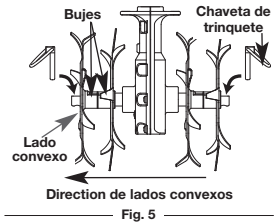

Fig. 5
2. Quite el pasador de trinquete de cada uno de los extremos del eje de los dientes. Saque los dientes deslizándolos del eje (Fig. 5).
4. Coloque los dientes nuevos deslizándolos en su lugar con los núcleos mirando uno hacia el otro (Fig. 5).